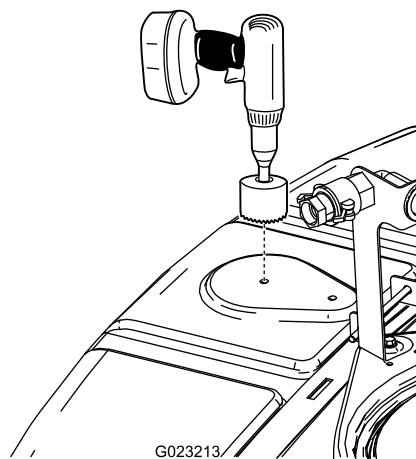

Рисунок 15
2. Найдите переднюю часть верхней поверхности бака, как показано на Рисунок 15.
3. Просверлите отверстие с помощью цилиндрической пилы диаметром 9 см, (Рисунок 15).